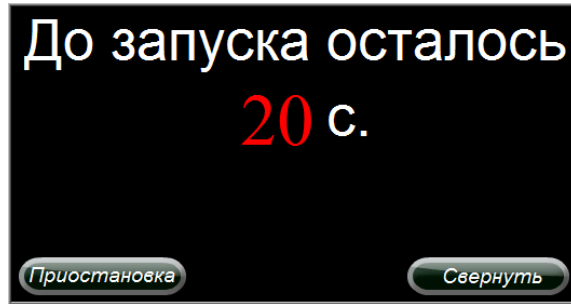

Рисунок 9.9 – Окно таймера
9.15 При нажатии кнопки «Пуск» на дверце ШУС на экране всплывает окно с отсчётом времени до запуска станции пожаротушения (рисунок 9.9).